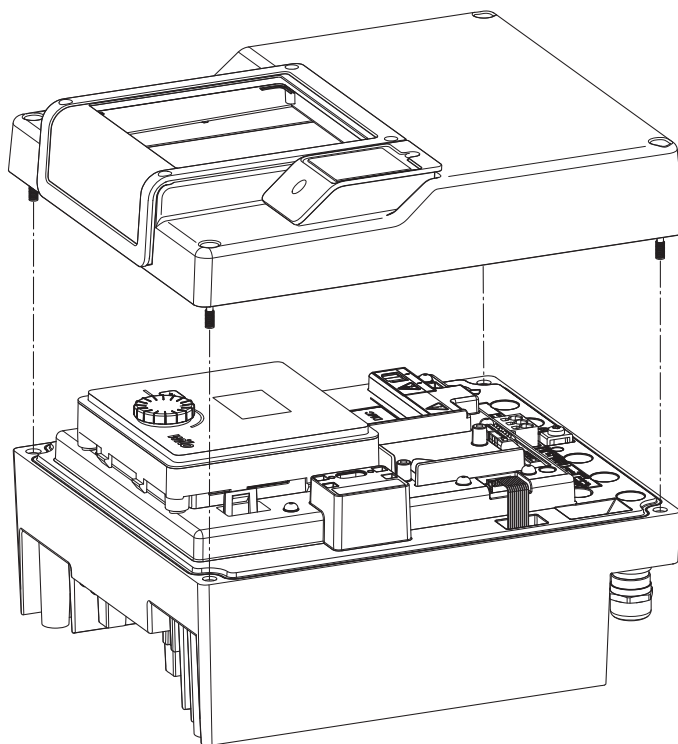

Fig. 45: Отваряне на капака на електронния модул
- Отворете капака на електронния модул. (Fig. 45).